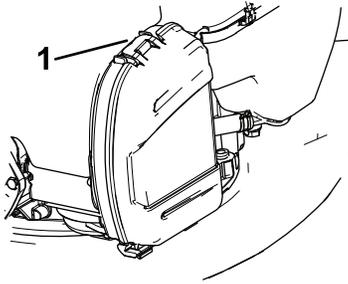

Figure 17
1. Tirez la languette pour ouvrir le couvercle du filtre à air (Figure 17).